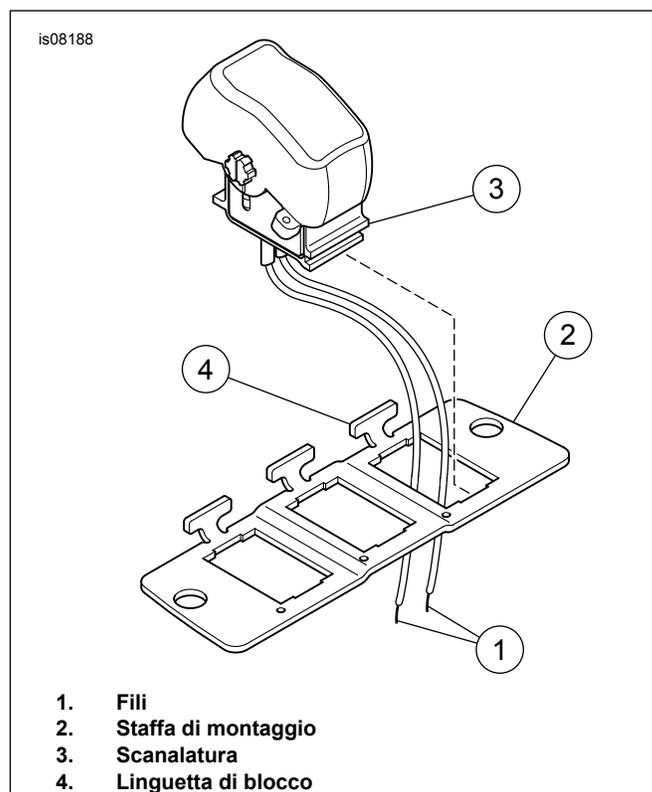

Figura 1. Installazione dell'interruttore a bilanciere nella staffa di montaggio
6. Vedere Figura 1. Instradare i fili dell'interruttore (1) attraverso l'apertura nella staffa di montaggio (2) ed impegnare la scanalatura (3) sul fondo dell'interruttore con il bordo dell'apertura posta dirimpetto alla linguetta di blocco (4). Installare l'interruttore nella sua sede nell'apertura.